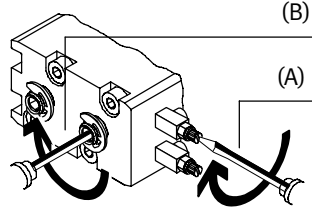

Fig. 50
- Vissez la vis de réglage (B dans Fig. 50) de l'amortissement en fin de course jusqu'en butée, reconnaissable par une forte résistance.
1. Fermez les deux limiteurs de débit unidirectionnels (A) montés en amont
2. Tournez les vis de réglage de l'amortissement en fin de course (B)